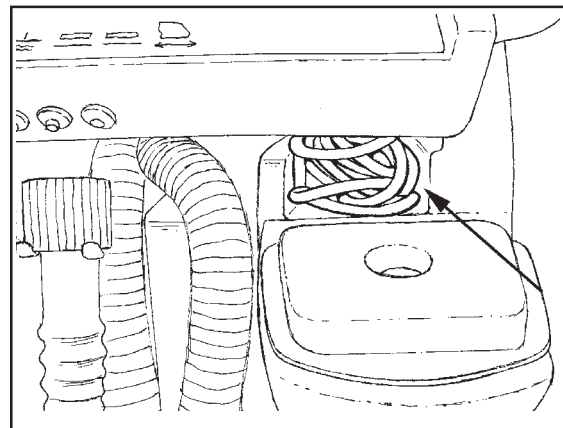
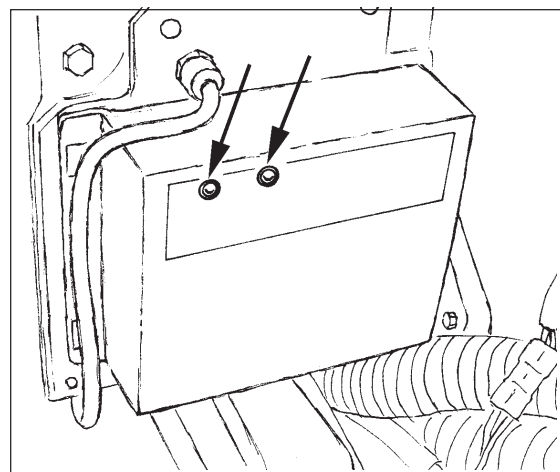

Рисунок 16
Рисунок 17
5. Модели Scrubtec оборудованы встроенным зарядным устройством, которое расположено сзади резервуара для утилизации (смотрите рис. 17). Это зарядное устройство, разработано таким образом, чтобы максимально увеличить срок службы батарей. Шнур питания к встроенному зарядному устройству находится в отсеке под ручкой управления в задней части машины (смотрите рис. 16). Выньте шнур с отсека для хранения.
- **Основной этап** - На этом этапе зарядки, на зарядном устройстве загорается красная лампа (смотрите рис. 17). Зарядное устройство заряжает батареи с полной мощностью. С такой мощностью они заряжаются, пока не будут заряжены приблизительно на 75% всей ёмкости
- **Этап поглощения** - На этом этапе зарядки, на зарядном устройстве загораются красная и зеленая лампы (смотрите рис. 17). Зарядное устройство работает с неизменным напряжением, и батареи заряжаются с присущей им скоростью.
- **Этап работы с небольшой нагрузкой** - На этом этапе красная лампа гаснет и на зарядном устройстве горит только зеленая (Смотрите рис. 17.) Зарядное устройство работает с низким регулируемым напряжением для того, чтобы батареи полностью зарядились, и чтобы предотвратить разрядку. Батареи можно подсоединить без ущерба.
8. Перед подключением электропитания к панели управления машины, выньте с розетки шнур питания зарядного устройства. Храните шнур питания зарядного устройства в отсеке для хранения, который находится под рукояткой управления (смотрите рис. 16).